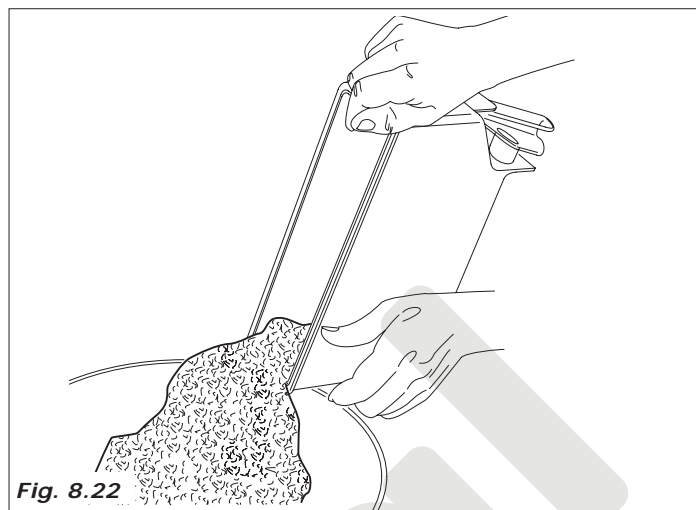

Fig. 8.22
- Vaciar todo el producto de los contenedores (Fig.8.22).